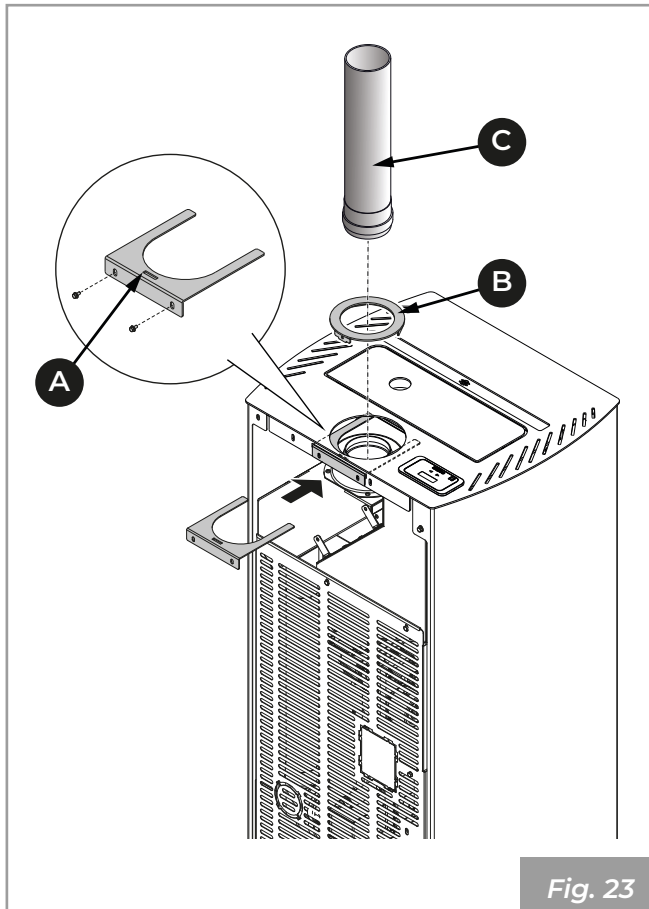

Fig. 23
- Raccorder le tuyau de sortie de fumée **(C)** (**Fig. 23**).